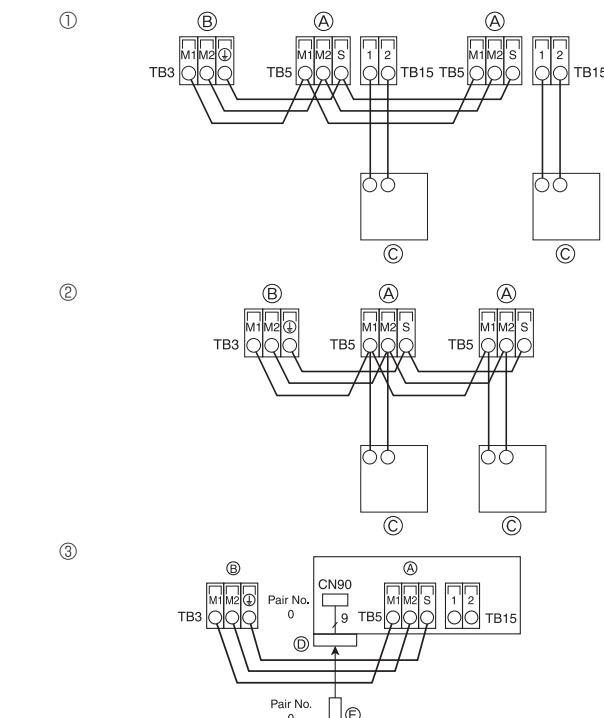

Fig. 4-8
4.4. Tilslutning af fjernbetjenings-, indendørs- og udendørstransmissionskabler (Fig. 4-8)